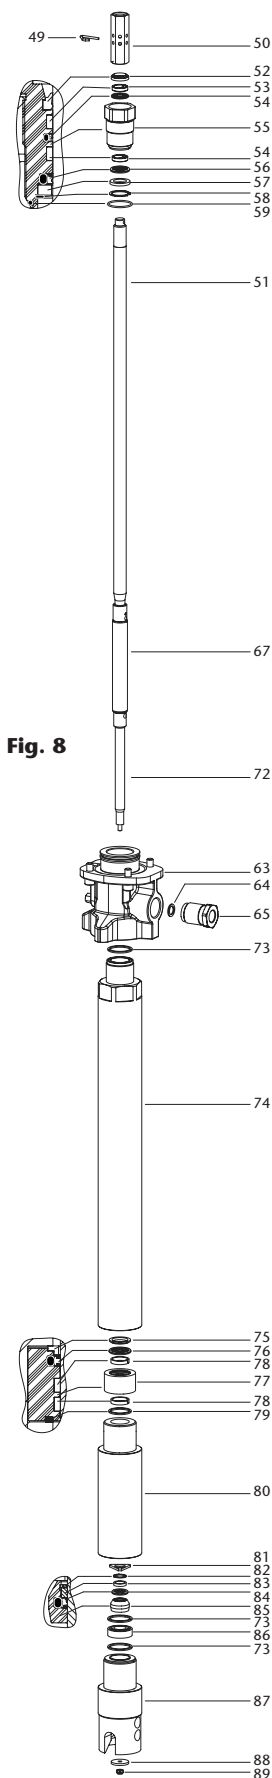

Fig. 8
SUSTITUCIÓN JUNTAS BAJOS (FIG. 8)
2. Retire el clip (49) y desenrosque la tuerca de conexión (50).
3. Desenrosque el cartucho (55) y retire el circlip (58).
4. Retire el rascador (52), aros (53) y juntas (54, 56) y sustitúyalos por piezas nuevas. Asegúrese de que la orientación de las juntas sea como se muestra en la fig 8.
5. Sustituya la tórica (59) por una nueva.
6. Retire la tuerca (89) y la arandela (88).
8. Con el tubo (74) amarrado en mordaza, desenrosque el tubo (87)*. Extraiga los componentes (73, 81, 85, 86). Retire el circlip (82) de la válvula (85) y reemplace los componentes (73, 83, 84) por unos nuevos. Asegúrese de que la orientación de la junta (84) queda como se muestra en la Fig. 8.
9. Con el tubo (74) amarrado en mordaza, desenrosque el tubo (80)*.
10. Extraiga el cartucho (77) y reemplace los componentes (75, 76, 78, 79).
11. Con el tubo (74) amarrado en mordaza, desenrosque el cuerpo (63) y reemplace la junta (73)*.
12. Desenrosque el adaptador (65) del cuerpo (63) y reemplace la junta (64).